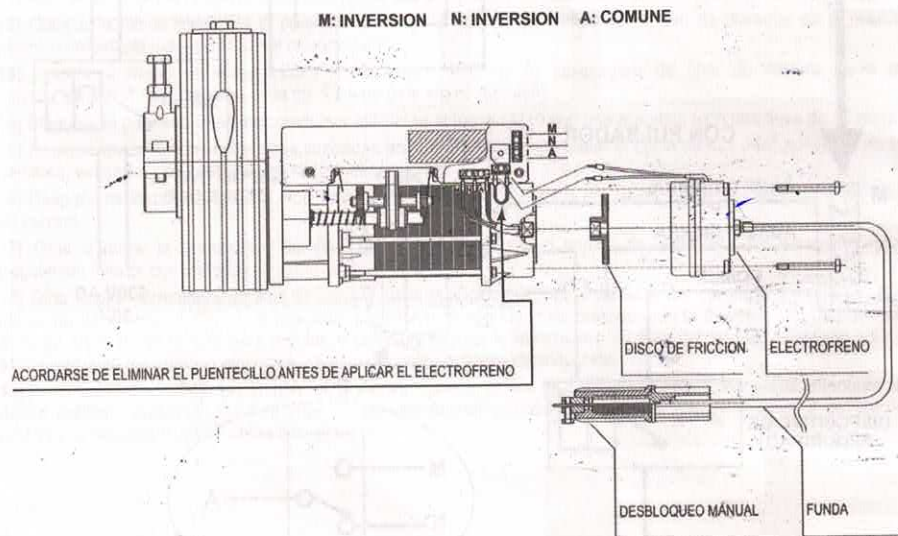

FIG. 2
- 15) Realizar las conexiones eléctricas ilustradas en la FIG. 2 haciendo pasar el cable de 4x1 mm² por el eje de la persiana, evitando todo contacto con las partes giratorias.